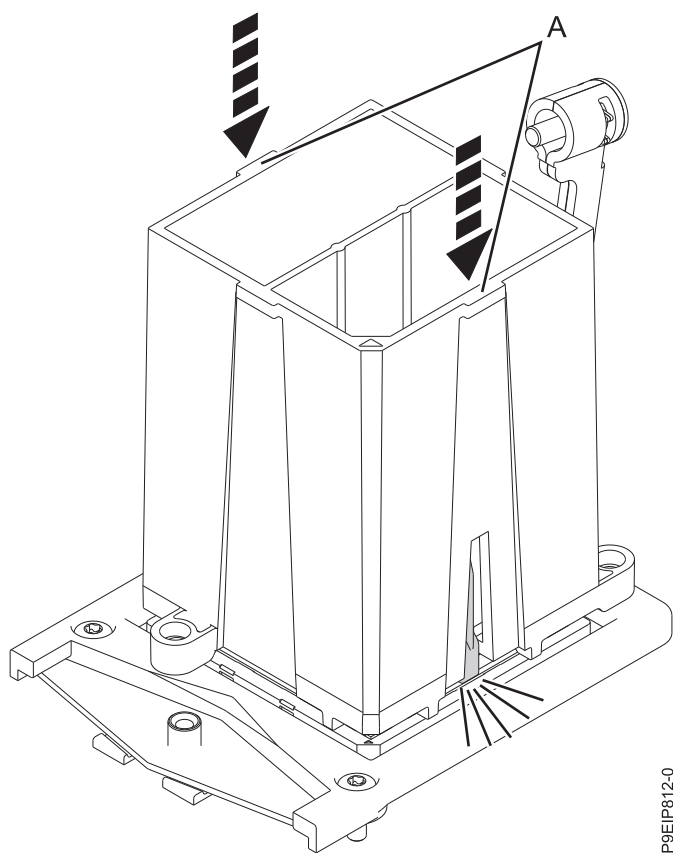

Figure 72. Fixation du module de processeur système dans l'outil
10. L'outil de retrait (A) étant posé sur la partie supérieure du module de processeur système, appuyez dessus pour engager le module de processeur système dedans, comme illustré dans la figure 72.